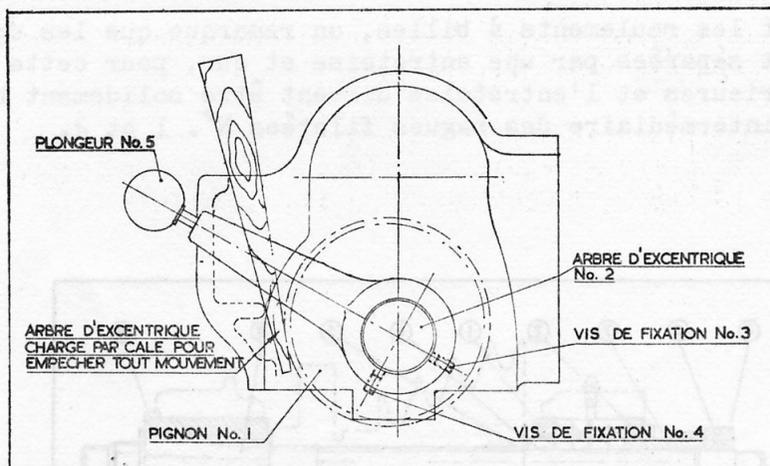

Fig. 33 Réglage des pignons-réducteurs.
Désaccoupler la poulie de poupée et embrayer les pignons-réducteurs. Placer une cale entre les pignons-réducteurs (1) et l'intérieur de la poulée (Fig.33). Ceci chargera l'arbre d'excentrique (2) et empêchera ainsi tout mouvement.